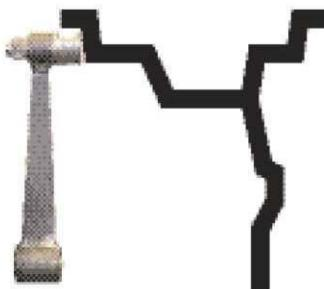

Рис. 10.1
10.2. Данная модель СБ снабжена устройством, позволяющим автоматически вводить диаметр "d" колеса и дистанцию "A". Для этого необходимо, взявшись за рукоятку, вытянуть из корпуса СБ штангу ввода параметров, подвести палец на конце рукоятки к месту установки корректирующих грузов на внутренней стороне обода (см. рис. 10.1) и удерживать штангу в этом положении до появления звукового сигнала, после чего возвратить штангу в исходное положение.